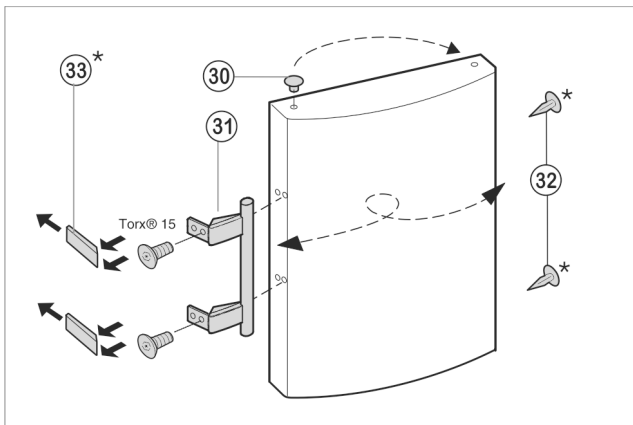

Fig. 8
- ▶ Zátky Fig. 8 (30) vyjměte z pouzdra ložisek dveří a přemístěte je.
- ▶ Madlo dveří Fig. 8 (31), zátky Fig. 8 (32) a krycí destičky Fig. 8 (33) odmontujte a přemontujte na protější stranu.